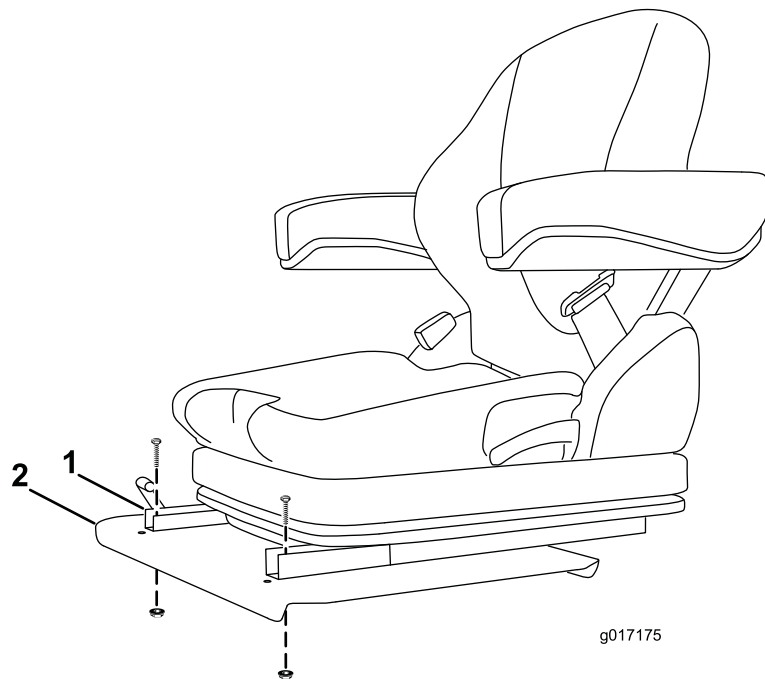

Figure 5
2. Montez l'avant de chaque glissière sur la base du siège avec un boulon et un écrou à embase (Figure 5).